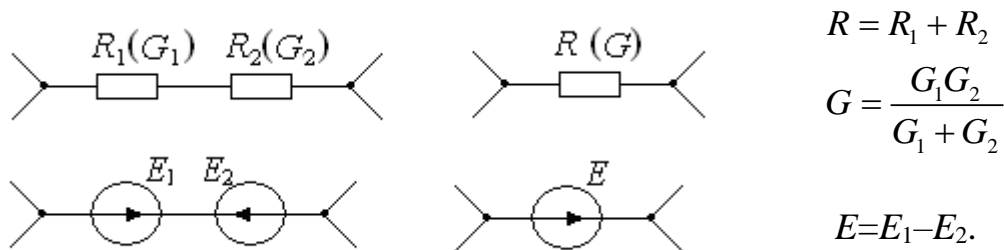

Рис. 5
*Последовательным соединением участков* электрической цепи называют соединение, при котором через все участки цепи проходит один и тот же ток. Последовательное соединение пассивных участков (резисторов) и активных участков (источников ЭДС) может быть эквивалентно преобразовано (Рис. 5):